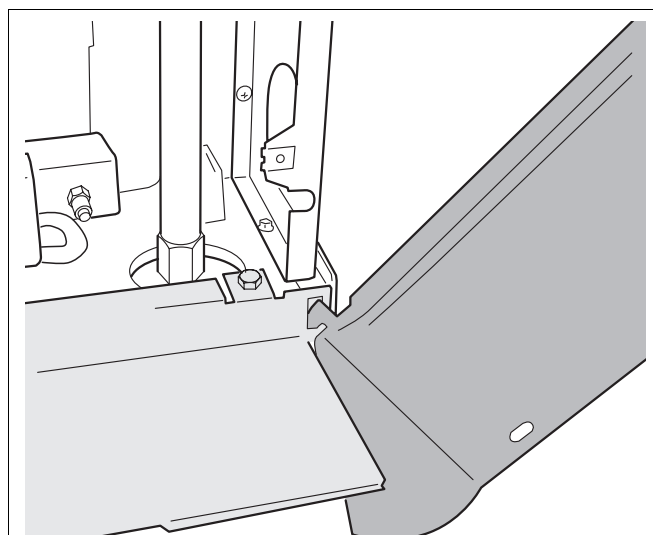
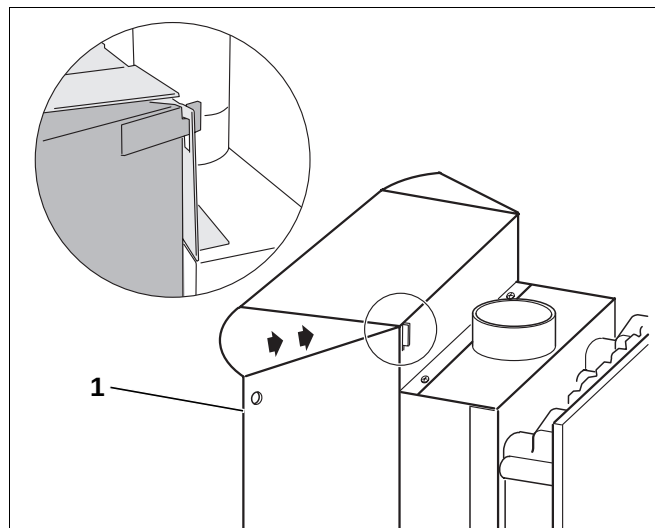

Abb. 22 Seitenblech unten
Abb. 23 Seitenblech oben
- Die beiden Seitenbleche mit den abgerundeten Schenkeln in die Zwischenräume des Unter- und Oberbleches einschieben und danach mit den Haken in die Nuten eindrücken (Abb. 22 und Abb. 23).